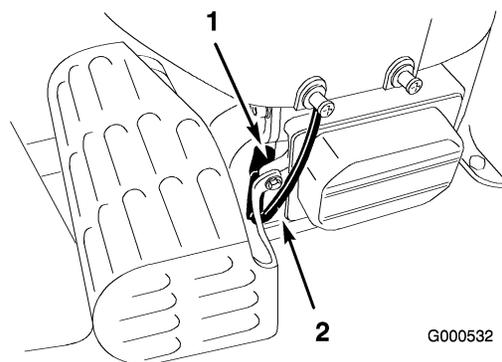

Figure 30
2. Débranchez le fil de la bougie (Figure 30). Nettoyez la surface autour de la bougie pour éviter que des impuretés n'endommagent le moteur en tombant à l'intérieur.
3. Reconnectez le fil à la bougie (Figure 30).